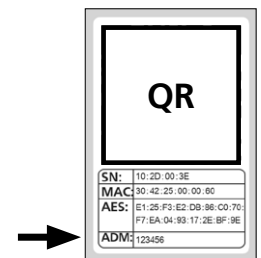

Abb. 8
- ! **Hinweis:** Den zufallsgenerierten Administratorcode finden Sie auf dem beiliegenden QR-Code Aufkleber unter „ADM“ (Abb. 8). Sie können den Administratorcode zu einem späteren Zeitpunkt jederzeit ändern. Eine Erklärung dazu finden Sie in der Hauptanleitung auf unserer Webseite (siehe Link auf der Titelseite).